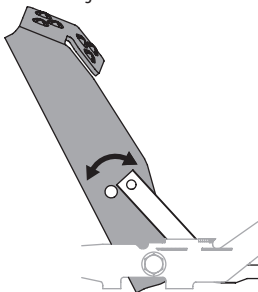

Figura 36
3. Coloque el pedal en la posición óptima según la preferencia del operador. Vea la Figura 36.